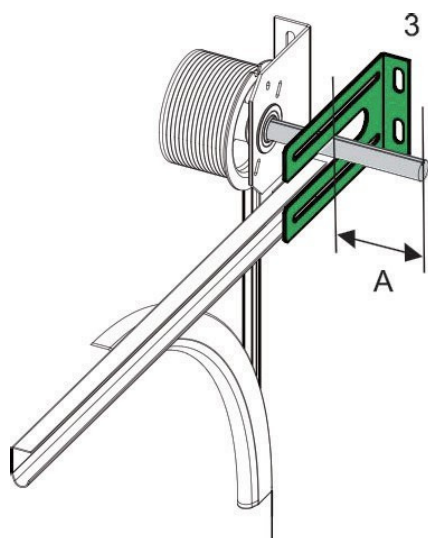

Fig. 1
Montez l'étrier d'accouplement (3) comme indiqué sur la fig. 1. Veillez à ce que l'axe d'entraînement de la porte puisse dépasser d'au moins 135 mm (cote A) dans le moteur de porte à monter.